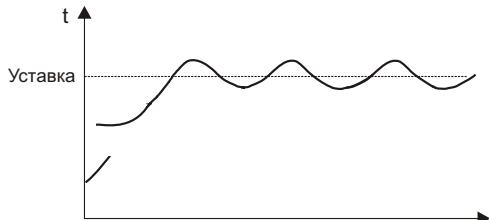

Рис. 9
Если в районе установки происходят незатухающие колебания температуры (Рис. 9), то это свидетельствует о том, что  $K_p$  слишком велико и его необходимо постепенно снизить до исчезновения колебаний. Оптимальным считается  $K_p$ , при котором температура не достигает установки несколько градусов. Этую разницу называют погрешностью П-регулятора.
1) Если есть необходимость настроить прибор на объект, при, уже подобранным,  $K_p$ , в процессе регулирования, когда регулируемый параметр не достигает установки несколько единиц (другими словами, устранить погрешность П-регулятора), то можно найти необходимое значение  $T_i$  методом подбора, изменяя его в процессе работы прибора, наблюдая за характером изменения ширины выходного импульса (светодиода) и параметра (температуры и др.) в системе. При этом необходимо учитывать, что при меньшем значении  $T_i$  увеличивается его влияние, и температура в системе достигнет заданной быстрее, чем при более высоких значениях  $T_i$ , но при слишком малом  $T_i$  в районе установки начнутся колебания температуры (Рис. 9).